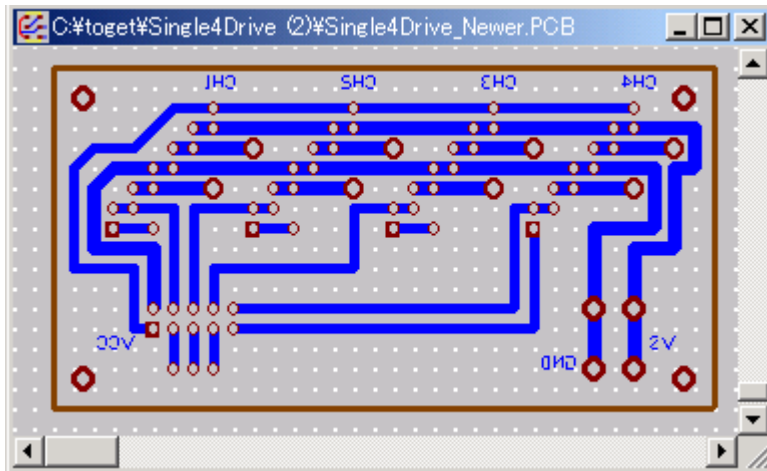

図1. 1 アートワークの例
プリント基板加工システムの説明書ではピン間 2 本の配線が可能とされているが、実際には半田付けの技量も加わるため、ピン間での配線は無理である。そのため、図 1. 1 のようにアートワークではピン間には配線しない方針とする。(1) アートワーク上、グリッド、ランド直径、配線幅は次の表 1.1、表 1.2 を推奨する。
- (2) ランドの種類はできるだけ少ないほうが加工作業が楽になる。
- (3) ドリル径は工具によって決まるので、1mm と 1.2mm のみとする。
- (4) 加工作業では輪郭加工は 2 回行ない、削りしろを大きくとる。2 回加工を行なっても配線やランドがやせることはない。